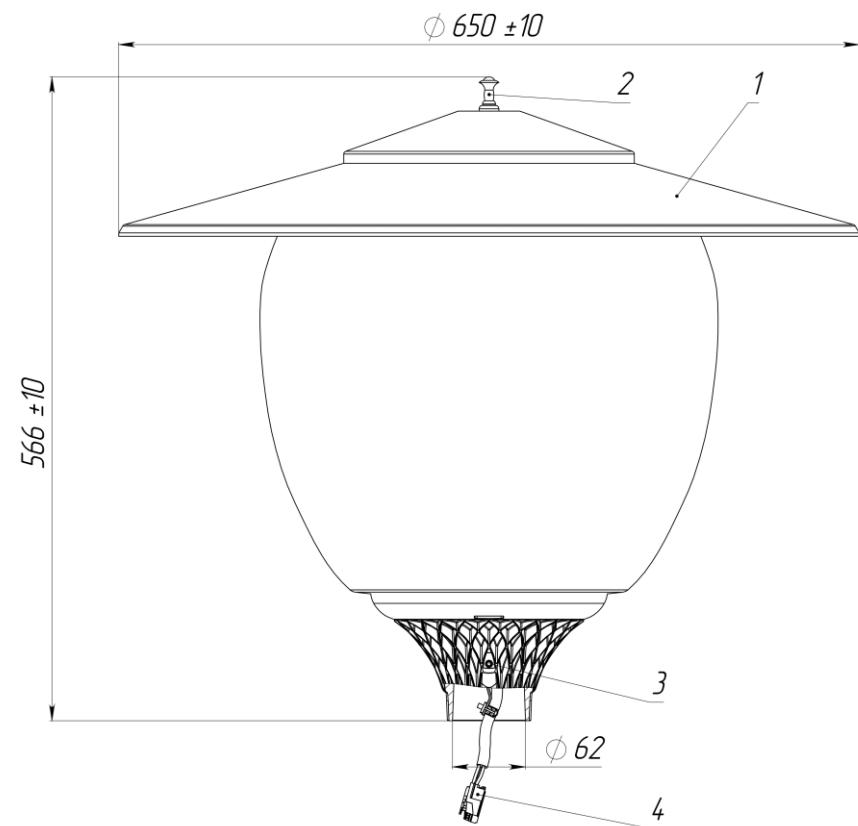

Рисунок 2
2.1 Светильники торшерные серии GALAD Дон Кихот LED-40 (Рисунок 2) предназначены для функционально-декоративного освещения парков, скверов, бульваров, зон отдыха, территорий микрорайонов, коттеджных поселков.
- декоративная крышка (поз.1 Рисунок 2) (упакована в отдельную коробку).....1 шт.;
5.2 Распаковать крышку (поз.1 Рисунок 2), (упакована в отдельную коробку).
5.3 Открутить на верхней части рассеивателя втулку декоративную (поз.2 Рисунок 2), снять прокладку.
5.4 Установить крышку (поз.1 Рисунок 2) на шпильку M10, после чего установить снятую ранее прокладку, затем закрутить втулку декоративную (поз.2 Рисунок 2).
5.5 Светильник устанавливают на трубу диаметром 50...60 мм и закрепляют тремя болтами M6 (поз.3 Рисунок 2) с усилием затяжки 3,5 – 4Н·м.
5.6 Для подключения светильника к питающей сети предусмотрена клеммная колодка фирмы «FUCON» (поз.4 Рисунок 2), обеспечивающая надежный контакт. Подключение светильника через клеммную колодку «FUCON» к питающей сети **обязательно**, при подключении светильника к питающей сети любыми другими способами автоматически снимает гарантию на светильник.